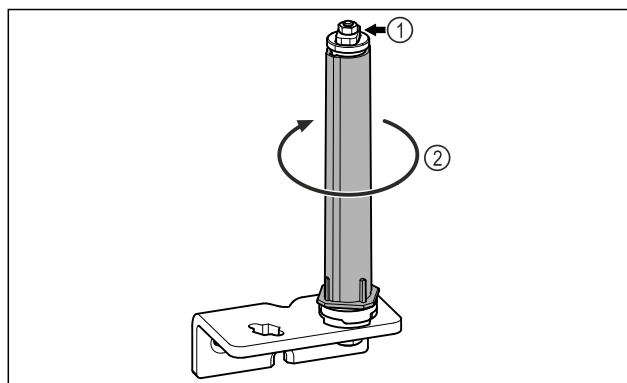

Fig. 21
- ▶ Dørlukkesystemet Fig. 21 (1) må ikke demonteres.
- ▶ Drej lukkesystemet Fig. 21 (2), til det klikke.